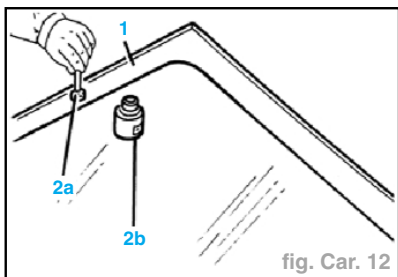

fig. Car. 12
- Veiller à ne pas endommager la sérigraphie noire sur le périmètre de la glace (2).
- Dégraisser à l'heptane le périmètre sérigraphié du pare-brise (1) (fig. Car. 12).
- Appliquer avec la mèche (2a) fournie dans le kit, l'activateur d'adhérence pour vitres (primer) (2b) sur le périmètre sérigraphié (fig. Car. 12).